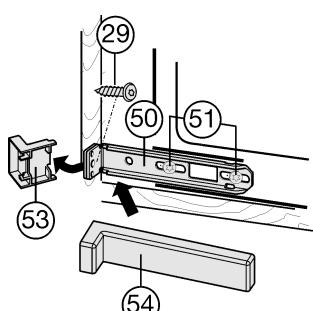

Fig. 20
- ▶ Desserrer un peu les vis Fig. 20 (51).
- ▶ Visser à fond la cornière inférieure de fixation Fig. 20 (50) à la paroi du meuble avec une vis à panneaux d'agglomérés Fig. 20 (29) ø4x19.
- ▶ Enlever les parties du cache Fig. 20 (53) dépassant en les cassant.
- ▶ Resserer les vis Fig. 20 (51).
- ▶ Poser le cache Fig. 20 (54) sur la cornière de fixation Fig. 20 (50) du bas.